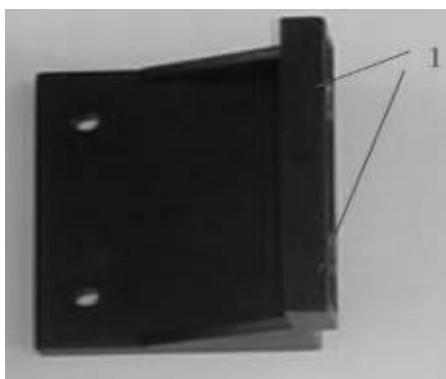

Figura 1
1. Prima di tutto fissate i due pezzi in plastica indicati nelle Figure 1 e 2 tramite due bulloni a testa tonda e gambo quadrato da 30 mm e 2 pomelli zigrinati. Nella Figura 1, il numero 1 indica i fori da utilizzare solamente nella fase finale. Questi due pezzi servono da morsa verticale per il pezzo da lavorare.